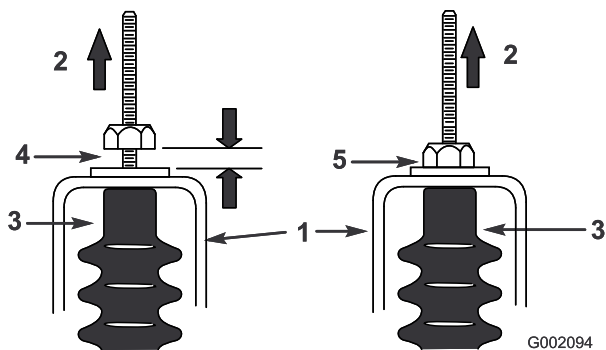

図 50
5. それぞれのシフトケーブルを引っ張って、ナット/ワッシャとニュートラル・ブラケットとの間に 0.76-1.52 mm のすきまがあることを確認する 図 50。